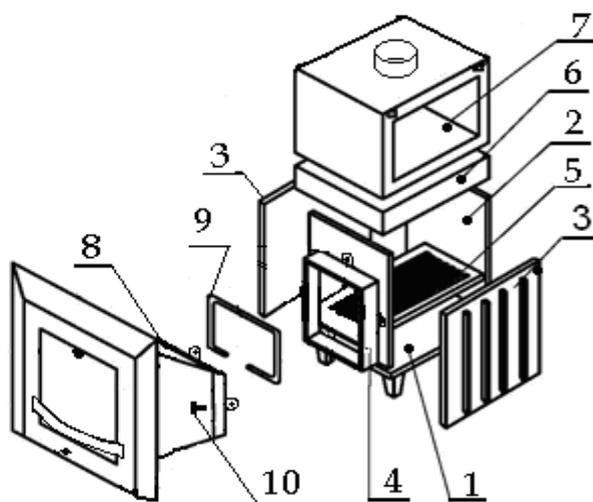

Рис.1. Порядок сборки чугунного топочного агрегата.
- в соответствии с (рис.1.), определенной осью дымохода и вышеперечисленными требованиями раздела 4. Настоящего Руководства,, на подготовленном месте в парной установить основание (1);
- установить детали (2,3 и 4) на основание (1) предварительно промазав все стыкующиеся поверхности жаростойким герметиком;
- установить колосниковую решетку (5) на приливы стенок (2,4);
- придерживая стенки (2,4), установить крышку топки (6) более глубокой частью вверх;
- на крышку топки (6) установить емкость для камней (7),
- в раструб тоннеля (8) уложить уплотнительный шнур (9) и закрепить тоннель на передней стенке (4) болтами (10);